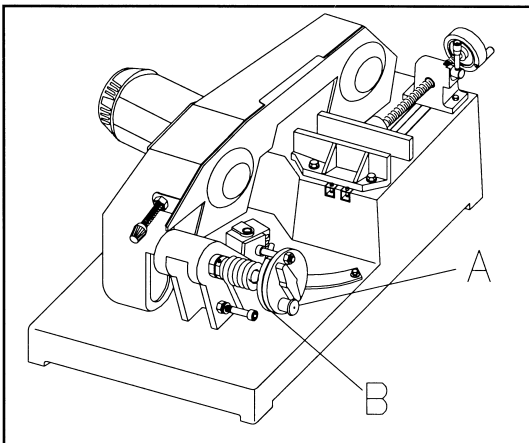

Fig. 3
- Maak de borgpen los, door uittrekken van de knop (A, fig. 3) op het handwiel.
- Verdraai het handwiel (B, fig. 3) naar de gewenste stand. Laat de knop los bij de gewenste stand, zodat de borgpin in de overeenkomstige opening valt.